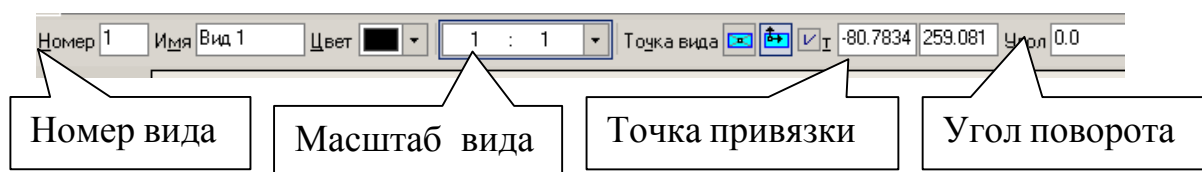

Рис. 2
2. Нажмите кнопку **Ассоциативные виды** , затем - **Создать новый вид** . На вопрос системы *Укажите точку привязки вида* переместите курсор примерно в центр формата и зафиксируйте положение нажатием левой кнопки мыши. По умолчанию в строке параметров был указан масштаб 1:1, рис. 2. Выберите масштаб М1:2.